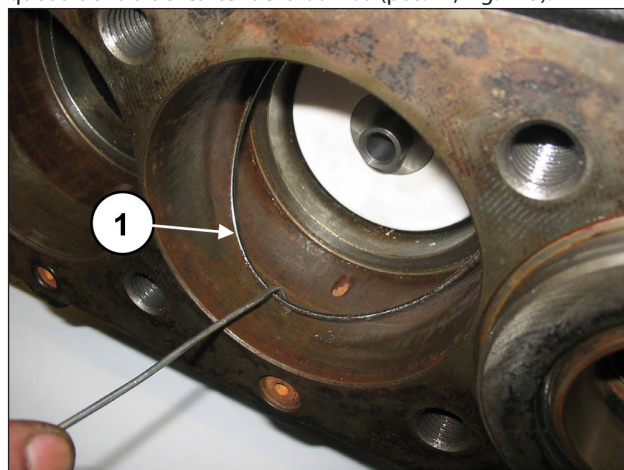

Fig. 115
Extraer la junta tórica del fondo del soporte de la junta si se queda dentro del cárter de la bomba (pos. ①, Fig. 115).